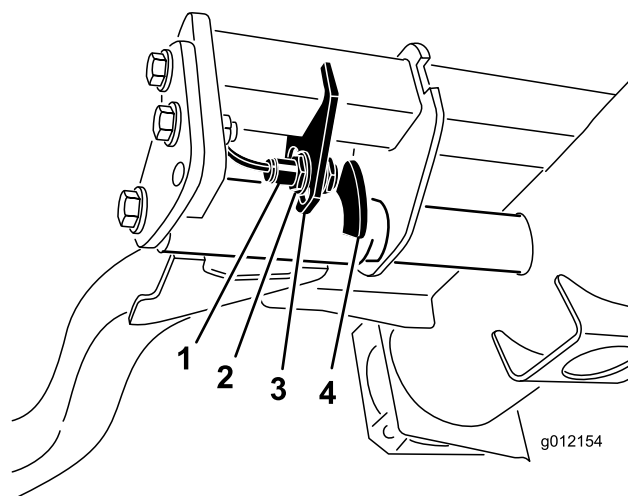

Figura 54
2. L'interruttore del braccio di sollevamento è situato sotto il serbatoio idraulico, dietro il braccio di sollevamento anteriore destro (Figura 54).
3. Allentate le viti di attacco dell'interruttore (Figura 54) e abbassate l'interruttore per aumentare l'altezza d'inversione del braccio di sollevamento, o alzate l'interruttore per ridurla. Serrate le viti di fissaggio.